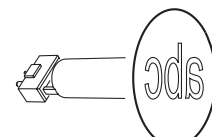

Figura 10. Orientación correcta de los gobos
Las orientaciones que aparecen en la Figura 10 son las correctas en la mayoría de casos pero, en caso de duda sobre un determinado tipo de gobo, recomendamos consultar con su distribuidor Martin.
4. Insertar el nuevo gobo en el portagobos con la cara de la "escena" hacia abajo, lejos del muelle. Ver Figura 10 y Figura 11.
4. Para insertar un gobo, orientarlo tal y como muestra la Figura 10 y colocar sus extremos bajo el muelle de retención. Verificar que el gobo está centrado con la apertura de salida de luz.